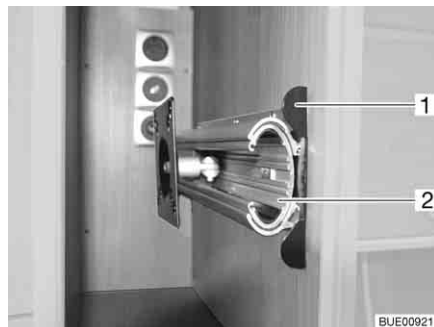

Bild 53 Fäste i TV-skåp
- Tryck in låslisten (Bild 53,1).
- Drag ut utdragsanordningen (Bild 53,2) till stoppläget.
- Skjut in utdragsanordningen (Bild 53,2), tills låslisten (Bild 53,1) hakar i.